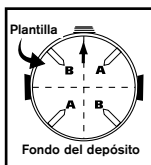
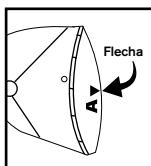

FIGURA 1
FIGURA 2
3. Coloque el tanque boca abajo en el suelo. Coloque las patas de las ruedas aproximadamente a 45 grados de una línea imaginaria e tre la sujeción de la entrada y el ensamblaje de la manija. Véase la **FIGURA 1** para la colocación.
4. Tome la pata de la rueda marcada con la letra A y alinéela como se muestra en la **FIGURA 1**. Véase la **FIGURA 2** para el marcado de la pata de la rueda.
5. Tome las bases de la rueda marcadas con la letra A y alinee la flecha sobre la base **FIGURA 2** con la flecha en la plantilla también marcada con la letra A **FIGURA 3**.